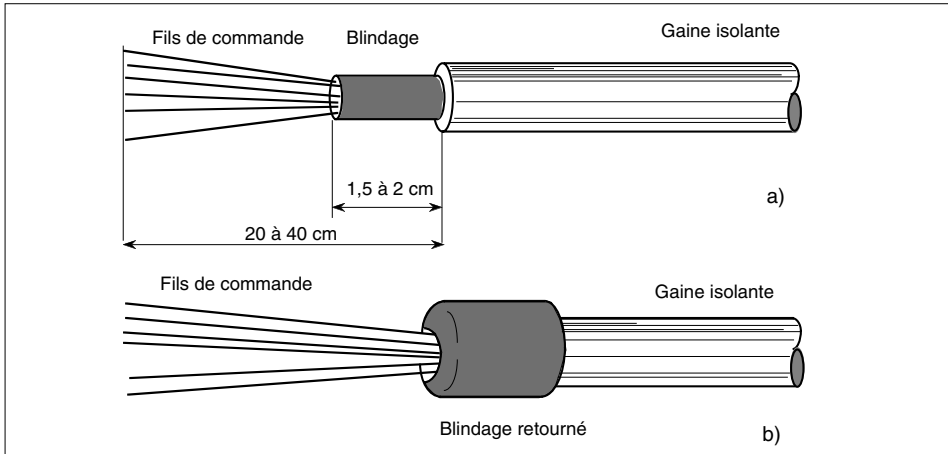

Figure 3-5 Dénudage du câble de commande
- **Dénuder** le câble blindé comme expliqué sur la figure 3-5,a.